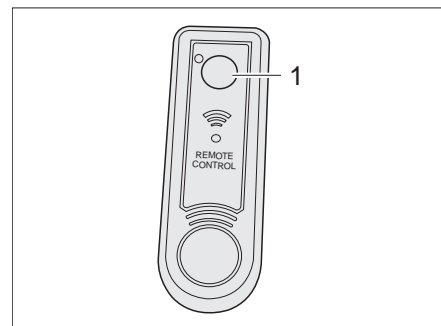

Fig. 110 Telecomando lampada nel tetto sollevabile
- Premere il pulsante (Fig. 110,1) per accendere o spegnere la lampada.